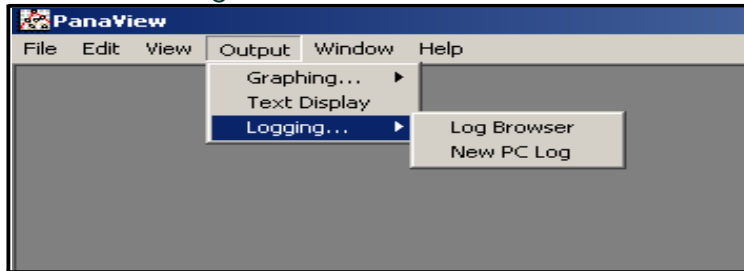

Figura 24: Browser dei registri nell'opzione di registrazione
1. Da PanaView, fare clic sull'opzione *Registrazione* nel menù *Output*. Quindi fare clic sull'opzione *Browser dei registri*, come mostrato nella Figura 24.